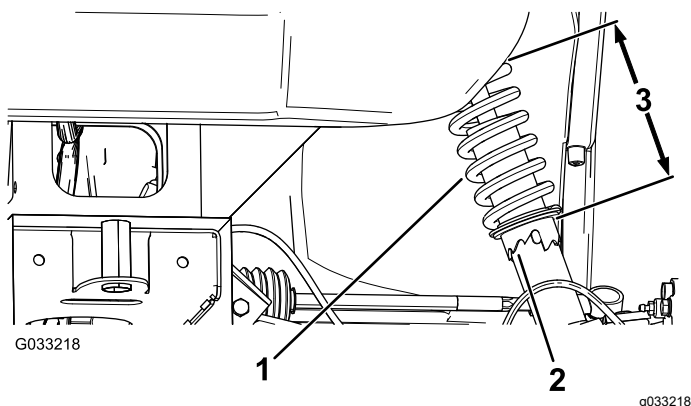

Figure 56
2. Si le carrossage des roues n'est pas correct, utilisez la clé à ergots pour tourner le collet sur l'amortisseur et orienter la roue correctement (Figure 56).